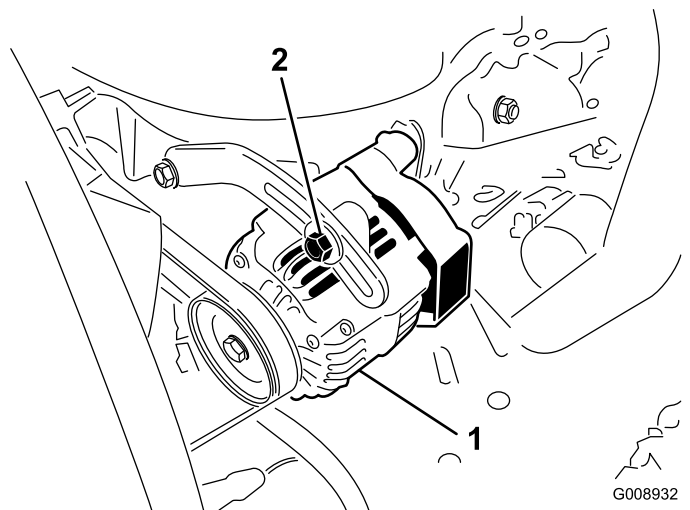

図 50
2. たわみが10mmでない場合には、オルタネータ取り付けボルトをゆるめる 図 50。